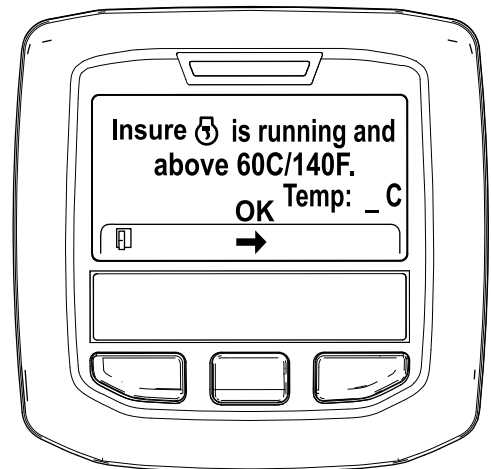

Figura 47
5. Si la temperatura del refrigerante se encuentra por debajo de 60 °C (140 °F) aparece el mensaje "Insure ☺ is running and above 60C/140F" (Asegúrese de que está funcionando y por encima de 60 °C/140 °F). (Figura 47).